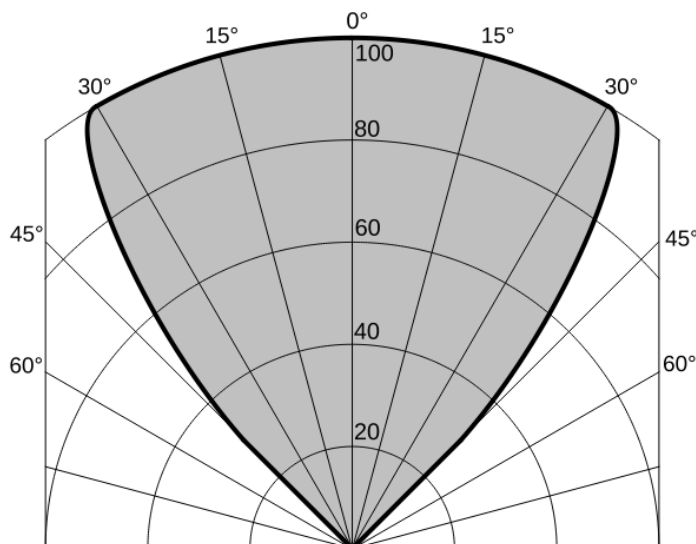
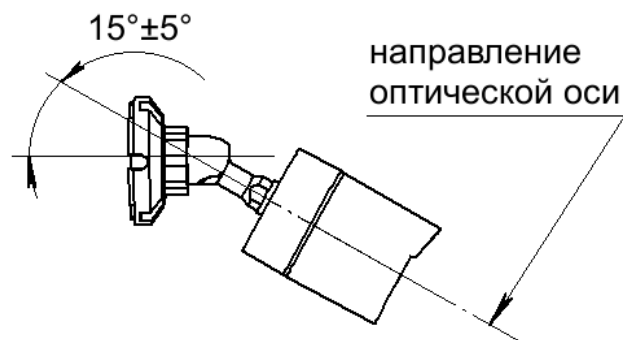

Рисунок 3 – Диаграмма чувствительности извещателя
Рисунок 4 – Положение извещателя при монтаже относительно горизонта
- расположение и нацеливание извещателя должно быть произведено с учётом чувствительности и угла обзора извещателя (рисунок 3) на наиболее вероятный источник возгорания, помимо этого для предотвращения скопления влаги на извещателе его ориентация относительно горизонта должна быть не менее 10 градусов по направлению к земле (рисунок 4);